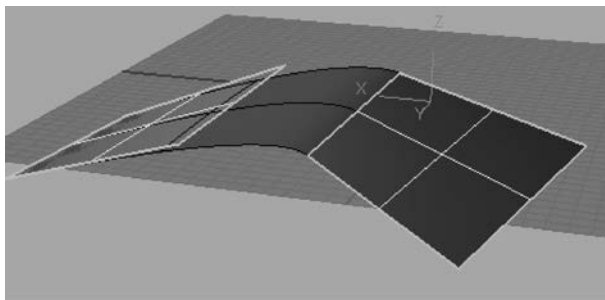

图 8-91 相切连续
(2)相切(又称 G1 连续)。其可理解为第一个曲面与第二个曲面相切,如图 8-91 所示。